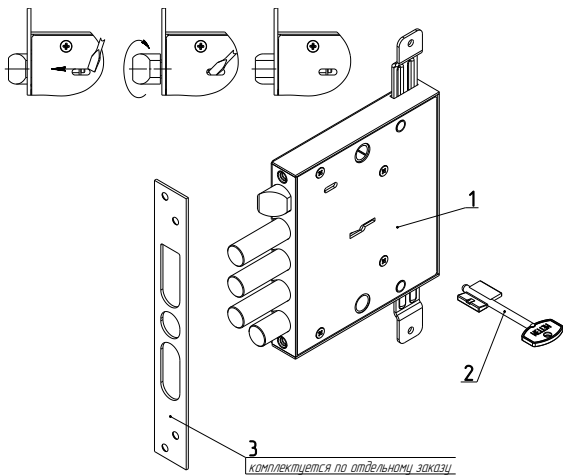

Рис.1
Комплектность замка приведена в таблице и показана на рис. 1.
4.1. Внешний вид и установочные размеры замка показаны на рис.1, 2.
5.2. Установить при необходимости защелку в соответствующее положение для правой или левой двери путем ее выдвигения из корпуса отверткой через паз в крышке замка и разворота на 180° вокруг своей оси (см. рис.1).